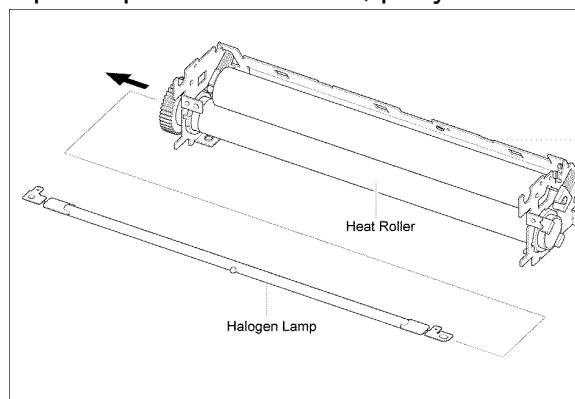

Рисунок 11
13. Выдвиньте галогенную лампу из фьюзера и снимите ее, рисунок 11.